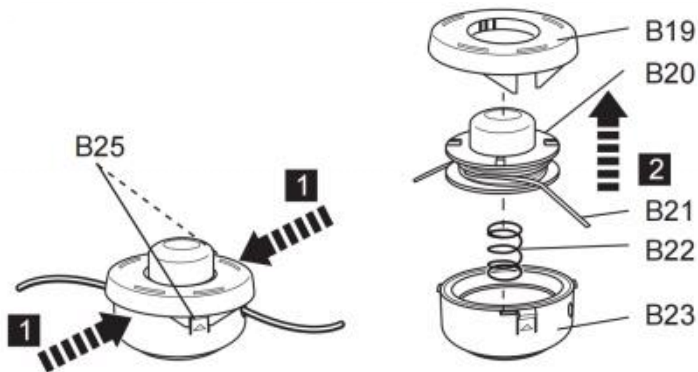

Fig. 63
3. Naciśnij zatrzaski zwalniające (B25) na obudowie głowicy przycinającej (B23), aby otworzyć pokrywę (B19) (Rys. 63). Pokrywa (B19) i szpula (B20) wysuną się.